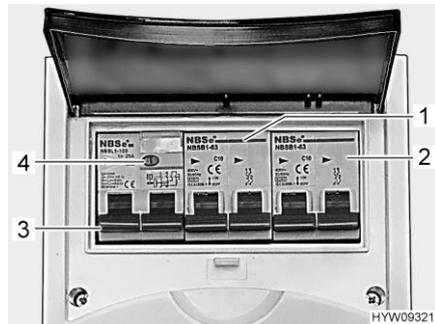

Fig. 107 Interruptor de protección de línea e interruptor FI (caja de fusibles de 230 V)
Un interruptor de corriente de defecto (interruptor FI) (Fig. 107,3) en la caja de fusibles asegura el vehículo completo contra corriente de defecto (30 mA).
El interruptor de protección de línea conectado en serie (10 A) (Fig. 107,1) asegura las cajas de enchufe de 230 V, el bloque eléctrico, el cargador adicional y el frigorífico.
En los vehículos con equipamiento especial, p. ej. la instalación de aire acondicionado en el techo, un interruptor de protección de línea adicional (16 A) (Fig. 107,2) asegurará el aparato.
- Si el vehículo está conectado a la alimentación de 230 V, pulsar la tecla de prueba (Fig. 107,4). Se debe activar el interruptor de corriente de defecto (FI).